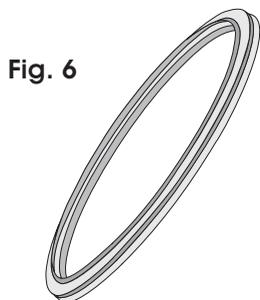

Fig. 6
- 6▶ **ANEL DE VEDAÇÃO** - É encaixado na tampa, tem a função de vedá-la com a câmara (Figs. 6 e 7), servindo também como dispositivo de segurança. Consulte "Dispositivos de Segurança" (Pág. 11). Requer manutenção **semanal**. Consulte "Manutenção Preventiva" (Pág. 24).